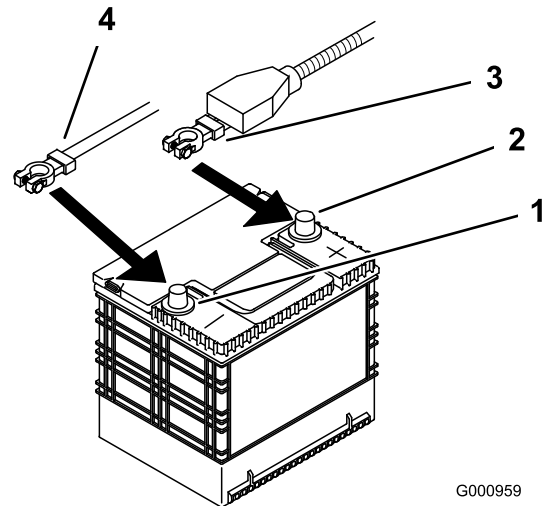

Figura 48
4. Primero desconecte el cable negativo del borne negativo (-) de la batería (Figura 48).
5. Retire la cubierta de goma roja del borne positivo (rojo) de la batería. Luego retire el cable positivo (rojo) de la batería (Figura 48).
4. Fije los cables con 2 pernos (1/4 x 3/4 pulg.), 2 arandelas (1/4 pulg.), y 2 contratuercas (1/4 pulg.) (Figura 48).